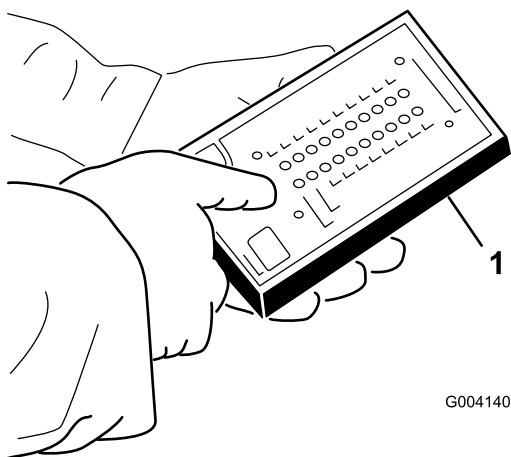

Figura 44
5. Conecte el conector de la pantalla diagnóstica ACE al conector del arnés (Figura 44).